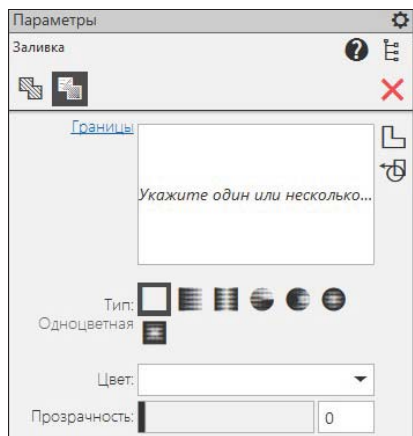

Рис. 7.12. Панель Параметры: Заливка
- ◆ на панели инструментов **Геометрия** щелкните ЛК мыши по кнопке **Заливка**. На панели **Параметры: Заливка** (рис. 7.12):